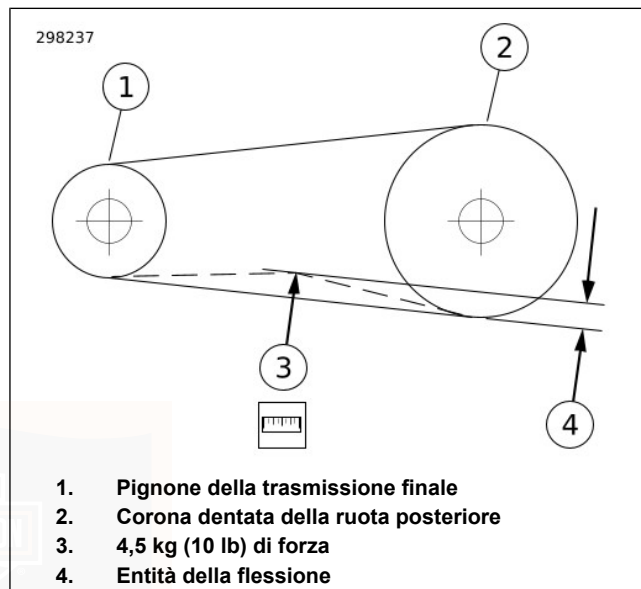

Figura 56. Controllo della flessione della cinghia
3. Vedere Figura 56. Portare l'appoggio contro il fondo della cinghia, a metà tra il pignone della trasmissione finale e la corona dentata della ruota posteriore.